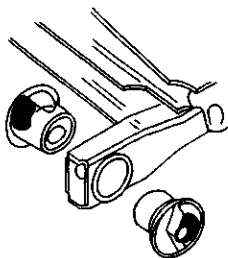

图 3-191 橡胶金属
1) 装入新的两半橡胶金属支承 (如图 3-191 所示), 并使两半橡胶金属支承扇形体和沟槽相互嵌在一起。